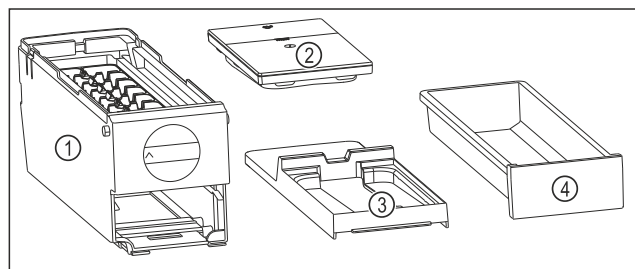

Fig. 214 Sastavni dijelovi sustava EasyTwist-Ice
- EasyTwist-Ice je rastavljen u četiri dijela. (pogledajte Fig. 214)
- Sustav EasyTwist-Ice rastavite samo u dijelove prikazane slikom. (pogledajte Fig. 214)
- Tijelo sustava EasyTwist-Ice Fig. 214 (1) čistite kao cjelinu.